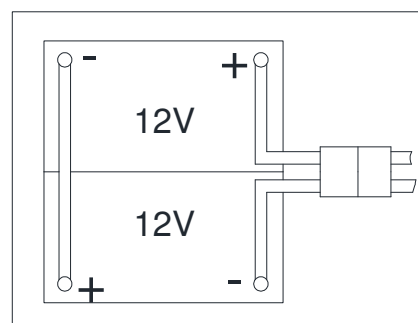

Figure 3
La machine nécessite deux batteries de 12 V, connectées selon le schéma (Figure. 3).
6. Ouvrir le couvercle du réservoir de récupération (1) et vérifier si le réservoir de récupération (25) est vide; sinon, le vider avec le tuyau de vidange (22).
7. Fermer le couvercle du réservoir de récupération (1).
8. Basculer le réservoir de récupération (25) avec précaution.
10. Installer le câble de la batterie comme indiqué dans (Figure 3), puis serrer soigneusement l'écrou sur chaque borne de la batterie.
11. Placer le capot de protection sur chaque borne, puis connecter le connecteur de la batterie (54).
12. Abaisser avec précaution le réservoir de récupération (25).